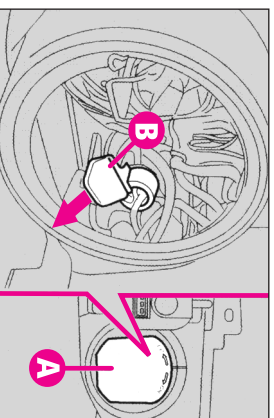

fig. 35
- Îndepărtați capacul protector (A-fig. 35).
- Extrageți extensia care este solidară cu suportul becului (B-fig.35).
- Puneți corect la loc capacul protector(A-fig. 35).